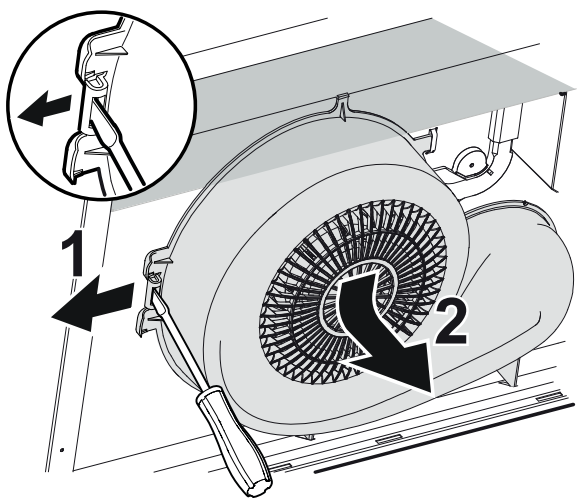

Fig. 4
Løsn blæserhuset ved at bøje låsen ud i pilens retning (1), og tryk blæserhuset væk fra dig og nedad (2) Fig. 4.